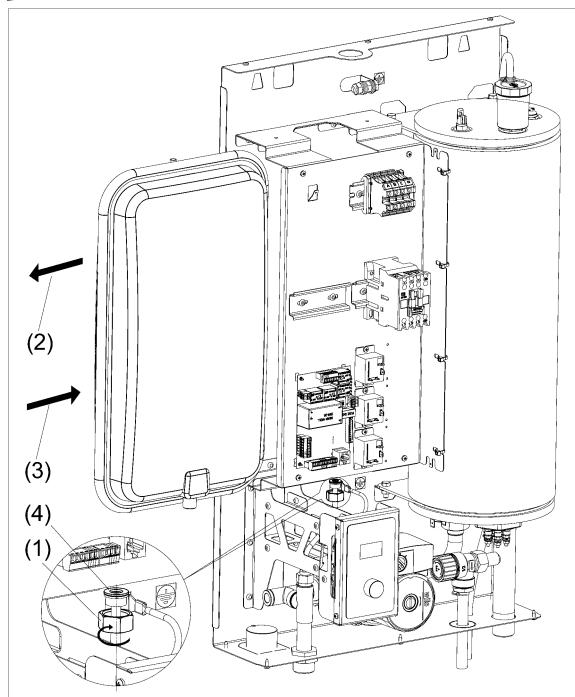

Рисунок 11. Замена расширительного бака
- (1) Открутите гайку, соединяющую бак и трубопровод подачи теплоносителя (см. рис. 11).
- (2) Извлеките бак из корпуса прибора.
- (3) Установите новый бак взамен прежнего.
- (4) Используйте новую уплотнительную прокладку.
- (5) Проверьте давление воздуха в расширительном баке. Давление воздуха должно быть в диапазоне (1,0÷1,5) bar. При необходимости отрегулируйте давление до нормы.
- (6) Закрутите гайку соединяющую напорный трубопровод подачи и бак. Выполните проверку герметичности соединения.